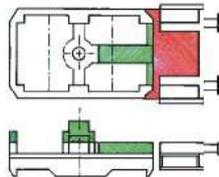

Bild 2.0
3. Die Trittstufen mit der Pufferbohle gemäß der Bild 2.0 und Bild 2.1 mit der Laubsäge aussägen; Stärke der Pufferbohle ca. 2 mm, dabei knapp an den Bremsbacken vorbei sägen den Steg in der Mitte bis kurz vor den Drehzapfen entfernen